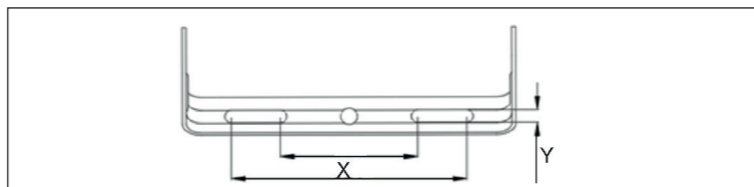

Fig. 4: Borehole distance
5. Befestigen Sie den LED-Außenstrahler. Siehe Abb. 4